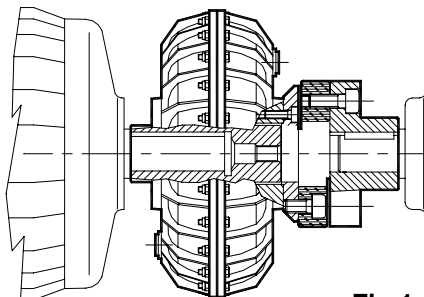

Fig.1
Per il montaggio del giunto ROTOFLEXI al motore si deve agire sull'albero del giunto① in modo da evitare sforzi assiali sui cuscinetti. E' consigliabile fissare sull'albero motore un tirante filettato② sul quale viene avvitato un dado③, possibilmente appoggiato ad un cuscinetto reggispinta④ (Fig.1)
*For the mounting of the ROTOFLEXI coupling to the motor it is indispensable to operate on the shaft① of the coupling to avoid axial stress on the bearings. It is recommended to fix on the motor shaft a screw stay② on which a nut③ is tightened possibly resting to a thrust bearing④ (see Fig.1)
- 1) Smontare l'elemento in gomma del giunto elastico (F) ROTOFLEXI come indicato in Fig.1
- 1) Demount the ROTOFLEXI rubber element (F) as shown at Fig.1